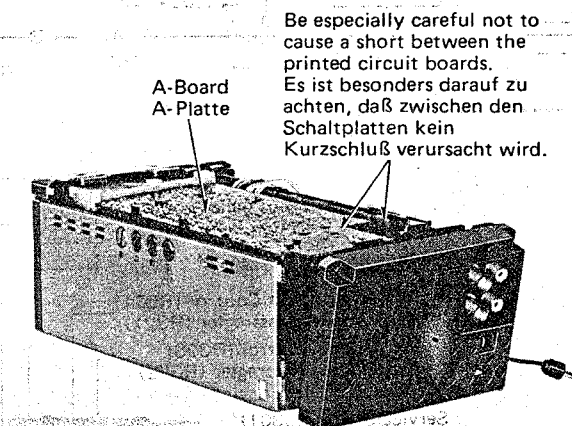

Fig. 6 Abb. 6
2. Place the television receiver on work surface bottom side up shown in Fig. 6.
2. Den Fernsehempfänger mit der Unterseite nach oben gerichtet auf die Arbeitsunterlage stellen, wie in Abb. 6 gezeigt.